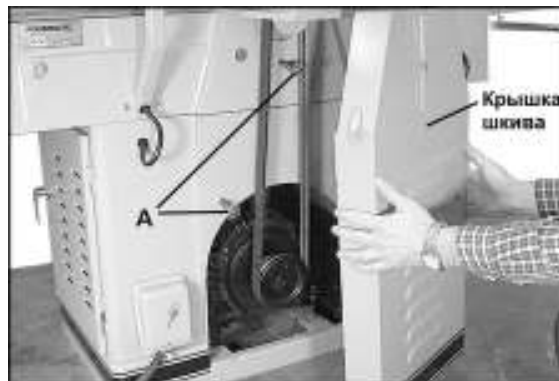

Рис. 9
1. Открутите три колпачковые гайки и плоские шайбы на крышке шкива с помощью 14 мм гаечного ключа. Снимите крышку, чтобы открыть ремни и шкивы. См. Рис. 9.
**ПРИМЕЧАНИЕ:** шестигранные гайки и плоские шайбы на шпильках (А, Рис. 9) следует оставить на месте; они не дают крышке шкива изгибаться при затягивании колпачковых гаек.